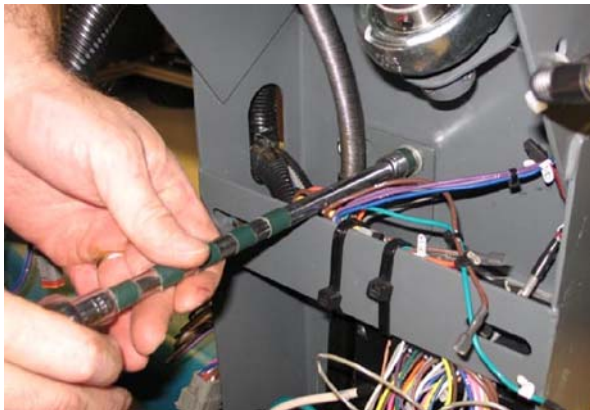

FIG. 49
26. Serrare l'hardware che fissa la staffa di supporto/cuscinetto della flangia sul canale dello sterzo (24 Nm / 18,5 ft lb). Consentire l'allineamento della staffa di supporto/cuscinetto della flangia sull'albero dello sterzo (1) man mano che l'hardware viene serrato. (Fig. 49)